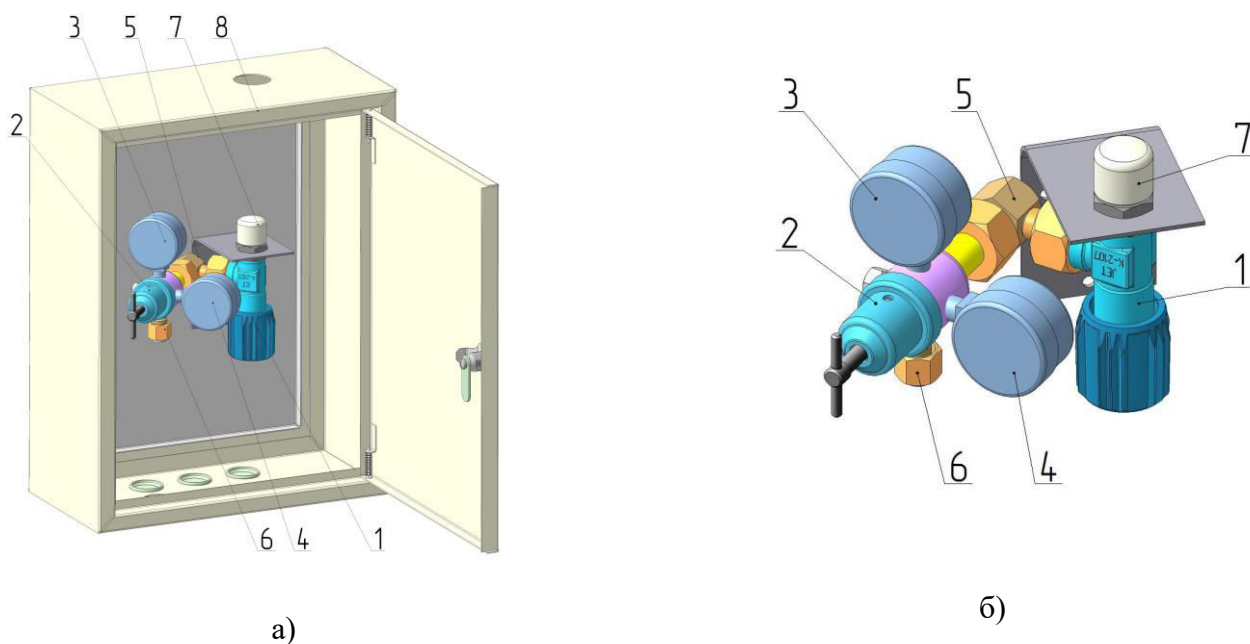

Рис. 1. Пост газоразборный: а - ПГАр-30-з / ПГА-40-з; б - ПГАр-30 / ПГА-40
4.1 Внешний вид поста показан на рис. 1